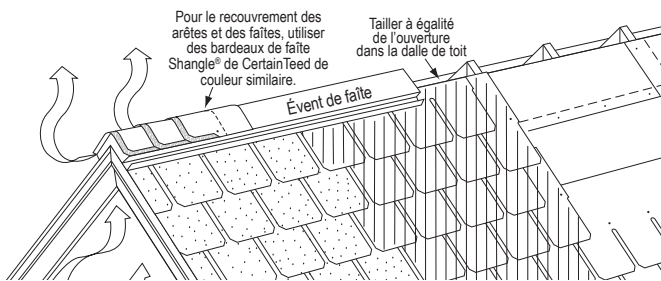

Figure 16-17 : Pose de bardeaux Shingle Ridge sur l'évent de faitage.
8. Si des événements de faitage surmontés de bardeaux sont installés (voir la Figure 16-17), ils doivent correspondre aux dimensions de 12 po (305 mm) de large des arêtiers et des faîtes. Veillez à suivre les instructions du fabricant de l'événement de faitage. Pour fixer les bardeaux de couronnement à l'événement de faitage, utilisez des clous galvanisés trempés à chaud d'une longueur suffisante pour pénétrer de 3/4 po (19 mm) dans, ou à travers, le platelage.